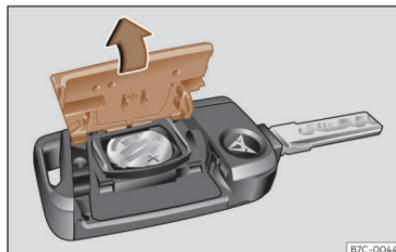

Fig. 44 Llave del vehículo: apertura de la tapa del compartimento para la pila.
- Retire la tapa en la parte trasera de la llave del vehículo en la dirección de la flecha >>> **fig. 44**, >>> ①.